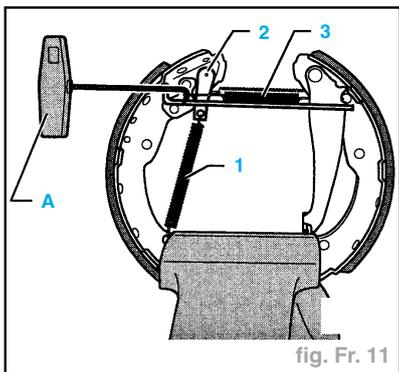

fig. Fr. 11
- Déposer le ressort de traction (1) pour la clavette (2) (fig. Fr. 11).
- Accrocher le ressort de rappel (3) avec le crochet A (fig. Fr. 11).
- Accrocher le ressort de traction (1) de la clavette (2).